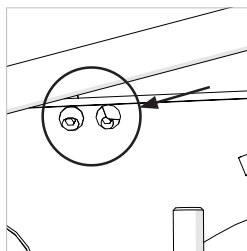

Fig. 27
Zur Einstellung des Spaltkeils die zwei (2) Befestigungsschrauben (**Abb. 27**) mit Hilfe eines Inbusschlüssels lockern. Die Befestigungsschrauben wieder anziehen, wenn die korrekte Ausrichtung eingestellt ist.